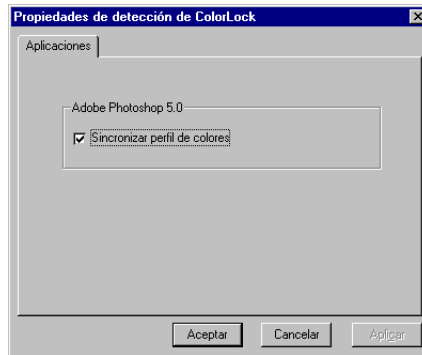

Figura 1-5 Ventana Propiedades de detección de ColorLock (sincronización activada)
2. Haga clic en la casilla **Sincronizar perfil de colores** para introducir una marca de verificación, como se muestra en la Figura 1-5 (la entrada predeterminada es la casilla sin marca de verificación).